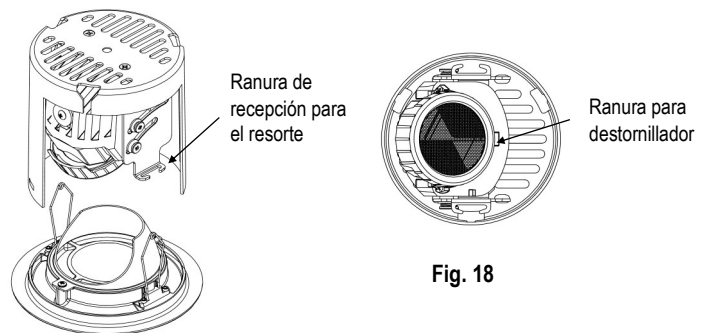

Fig. 18
A. Para ajustar el ángulo de dirección, use un destornillador de punta plana estándar o su mano, gire o incline el mecanismo de ajuste hasta alcanzar la posición de dirección deseada (Fig. 18).